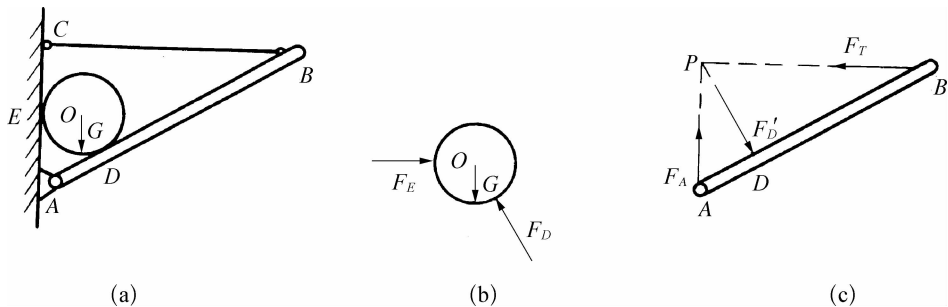

图 1-1-18 均质球支架
**【例 1-2】** 如图 1-1-18(a)所示,重力为  $G$  的均质球  $O$ ,由杆件  $AB$ 、绳子  $BC$  和墙壁支持。设各处的摩擦及各杆的重力忽略不计,试分别画出球  $O$ 、杆件  $AB$  的受力图。
**解:** ① 以球  $O$  为研究对象,画出其分离体。
② 对球进行受力分析。球受到主动力为重力  $G$ ,方向垂直向下;杆  $AB$ 、墙壁支持力  $F_D$ 、 $F_E$  分别过球与两者的接触点  $D$ 、 $E$ ,并沿接触点处公法线指向球心,如图 1-1-18(b)所示。
③ 以杆  $AB$  为研究对象画出分离体,如图 1-1-18(c)所示。
④ 对杆  $AB$  进行受力分析。杆  $AB$  上主动力为球对它的压力  $F'_D$  (和  $F_D$  是作用力与反作用力关系),方向沿  $O$  点处公法线指向杆  $AB$ 。同时,  $B$  点受到绳子对  $AB$  杆的拉力  $F_T$ ,方向自  $B$  指向  $C$  点。  $A$  点为固定铰链约束,约束反力的方向可根据三力平衡汇交定理判定,  $F_A$  经过  $F'_D$  与  $F_T$  的交点  $P$ 。